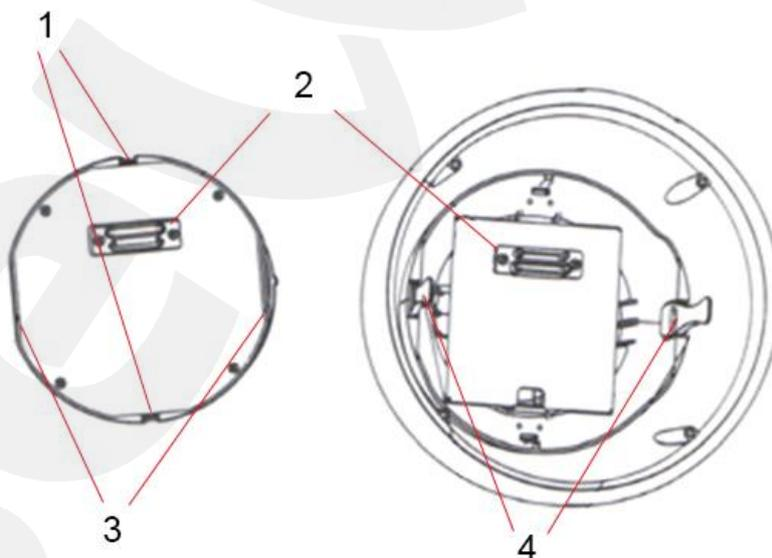

Рис. 5.2
**Шаг 2:** устанавливайте модуль камеры в защитный кожух без лишних усилий, используя направляющие, так, чтобы разъемы на его днище и на металлической пластине в кожухе совпадали (Рис. 5.2). Боковые защелки надежно зафиксируют установленную камеру (при этом будет слышен характерный звук).